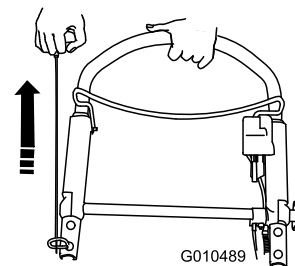

Figura 21
3. Tirate la maniglia di avviamento (Figura 21).